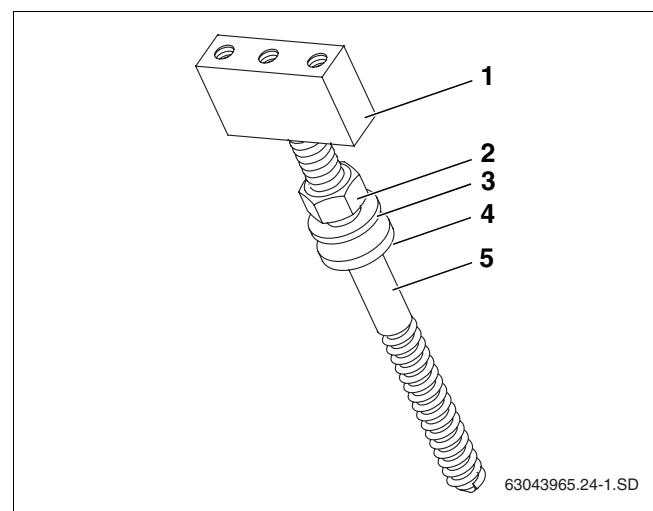

Fig. 23 Secuencia del montaje de los tornillos de doble rosca
- ▶ Durante el montaje de los tornillos de doble rosca, preste atención al orden de las piezas individuales (fig. 23).
- ▶ Gire el taco de retención (fig. 23, **pos. 1**) hasta el tornillo de doble rosca (fig. 23, **pos. 5**).